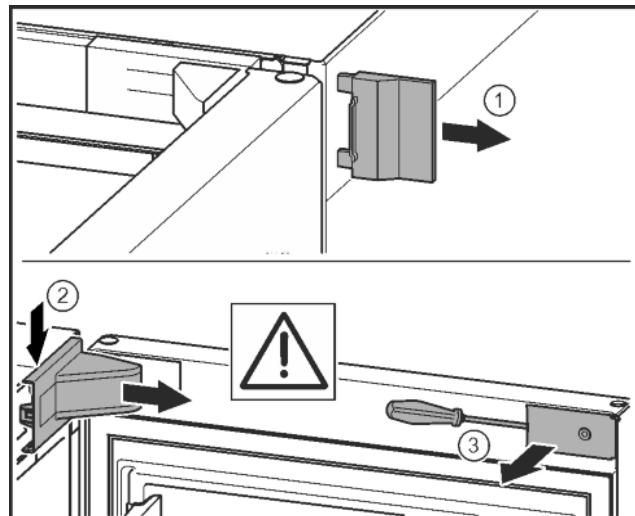

Fig. 9
- Зніміть зовнішню кришку. Fig. 9 (1)
- Звільніть і ослабте кришку опорного кронштейна. Зніміть кришку опорного кронштейна. Fig. 9 (2)
- За допомогою шліщової викрутки звільніть від фіксатора та поверніть убік накладку. Fig. 9 (3)